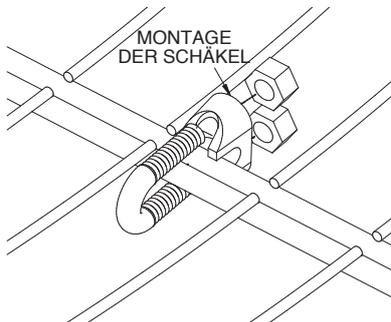
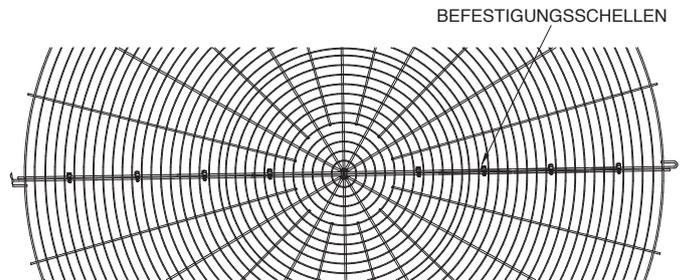

Abb. 11 – Anbringen der Schellen
Abb. 12 – Abstand der Befestigungsschellen
1. Legen Sie beiden Hälften des Schutzgitters oben auf den Boden. Verbinden Sie die beiden Gitterhälften mit den Schellen (wie in Abb. 11 dargestellt). An jeder Seite des Schutzgitters sollten vier Schellen angebracht werden. Verteilen Sie die Schellen gleichmäßig entlang des Radius des Schutzgitters (siehe Abb. 12).